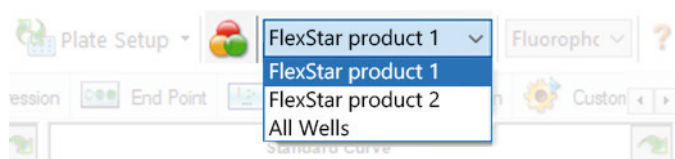

Figura 4: Ejemplo de botón Well Group (grupo de pocillos) y menú desplegable Well Group (grupo de pocillos)
En la ventana Data Analysis (análisis de datos), asegúrese de seleccionar **Well Group** (grupo de pocillos) del FlexStar® CT & NG PCR Detection Mix 1.5. Por tanto, haga clic en el menú desplegable **Well Group** (grupo de pocillos) junto al botón **Well Group** (grupo de pocillos) (consulte la figura 4) de la barra de herramientas. No utilice el **Well Group** (grupo de pocillos) «All Wells» (todos los pocillos).
1. En la ventana Data Analysis (análisis de datos), asegúrese de seleccionar **Well Group** (grupo de pocillos) del FlexStar® CT & NG PCR Detection Mix 1.5. Por tanto, haga clic en el menú desplegable **Well Group** (grupo de pocillos) junto al botón **Well Group** (grupo de pocillos) (consulte la figura 4) de la barra de herramientas.
1. En la ventana Data Analysis (análisis de datos), asegúrese de seleccionar el **Well Group** (grupo de pocillos) del FlexStar® CT & NG PCR Detection Mix 1.5. Por tanto, haga clic en el menú desplegable **Well Group** (grupo de pocillos) junto al botón **Well Group** (grupo de pocillos) (consulte la figura 4) de la barra de herramientas.